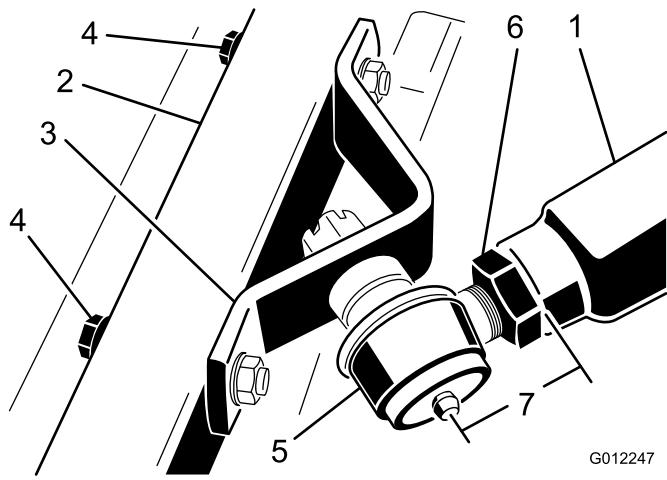

図 6
- 右側プッシュアームの端部から、ボールジョイントの中心（グリスニップル）までの距離を測定する（図 6）。この距離が 70 mm あれば適正である。所定の距離（70 mm）がない場合には、ボールジョイントをプッシュアームに固定しているジャムナットをゆるめてボールジョイントを左右どちらかに回して長さを調整する（図 6）。この時点ではまだジャムナットを締め付けないこと。
- ボールジョイントをプッシュアームに固定している大きいジャムナットを締め付ける（図 6）。ジャムナットを締め付ける時に、ボールジョイントがずれないように（カッティングデッキの昇降動作範囲からずれないように）真っ直ぐに保持しておいてください。プッシュアームを押さえつけている角材を注意深く取り除く。